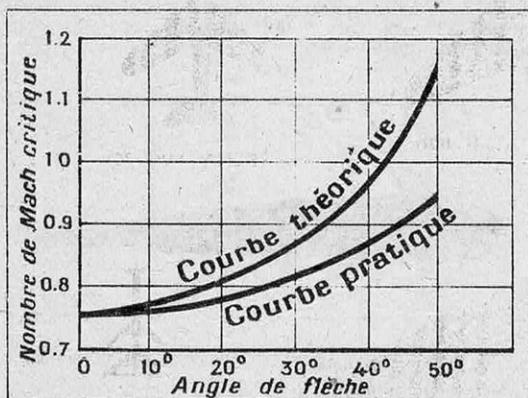

FIG. 4. — L'AUGMENTATION DU NOMBRE DE MACH CRITIQUE AVEC L'ANGLE DE FLÈCHE
Pratiquement, la diminution du bénéfice théorique peut atteindre 50 % (1) (fig. 4).
(1) Le gain réalisé sur le nombre de Mach critique n'équivaut pas à diviser celui-ci par le cosinus de l'angle de flèche, mais seulement par la racine carrée de ce cosinus.